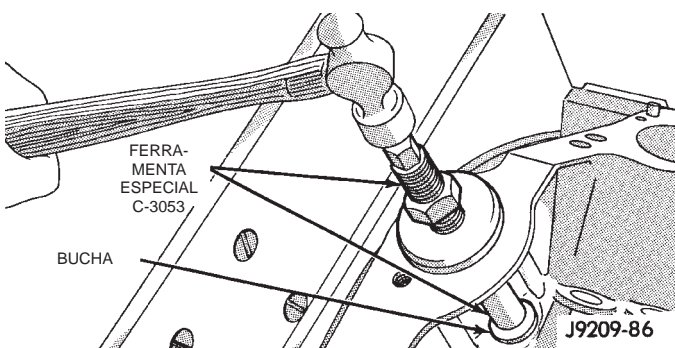

Fig. 34 Instalação da Bucha do Eixo Propulsor do Distribuidor
(1) Deslize a nova bucha sobre a extremidade de brunimento da Ferramenta do Brunidor/Impulsionador da Bucha do Eixo Propulsor do Distribuidor C-3053. Insira a ferramenta e a bucha no cilindro.
(2) Conduza a bucha e a ferramenta na posição adequada, usando um martelo (Fig. 34).